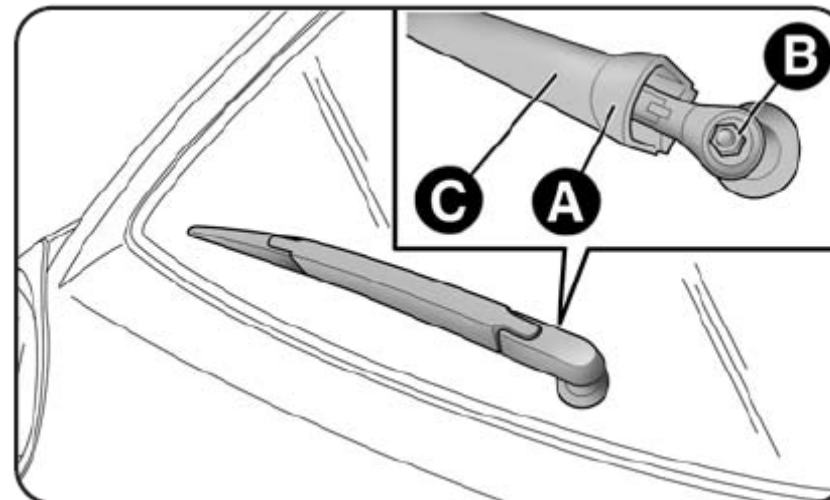

Рис. 7
- Поднимите крышку А - рис.7, отверните гайку В, крепящую рычаг стеклоочистителя к оси, и снимите рычаг, правильно установите новый рычаг и затяните гайку В до упора, а затем опустите крышку.